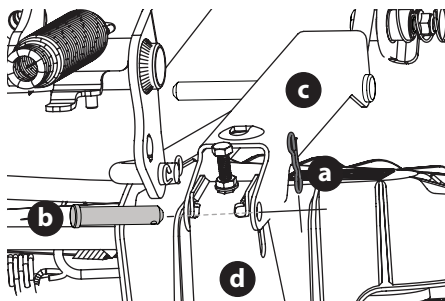

Fig. 40
- a. Retirez les deux goupilles fendues (a) des axes de chape qui fixent les supports de relevage (c) aux supports de relevage arrière (d). Retirez les axes de chape (b) (Fig. 40).